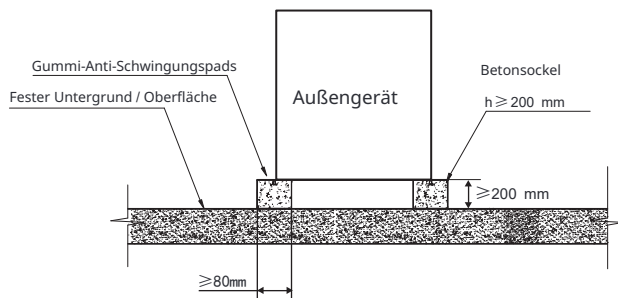

Abb.4-3 Vorderansicht der Grundstruktur
- 4) Ein typischer Betonfundamententwurf ist in Abb. 4-3 dargestellt. Eine typische Betonzusammensetzung besteht aus 1 Teil Zement, 2 Teilen Sand und 4 Teilen Kies mit Stahlverstrebungen. Die Kanten des Fundaments sollten abgerundet